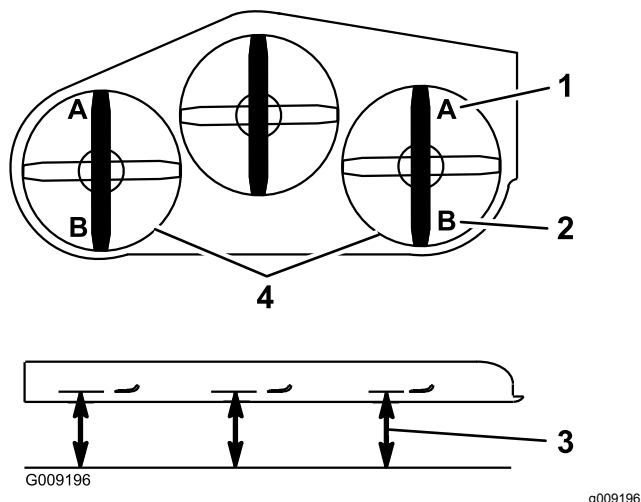

Figura 97
9. En ambos lados de la carcasa, mida desde la superficie nivelada hasta la punta delantera de la cuchilla (Posición A), según se muestra en Figura 97.
15. En ambos lados de la carcasa, mida desde la superficie nivelada hasta la punta trasera de la cuchilla (Posición B), según se muestra en **Figura 97**.